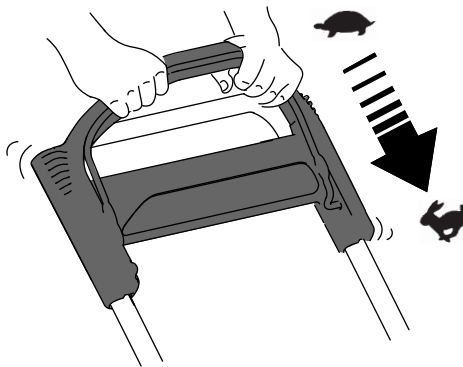

Figuur 12
2. Plaats de elektrische startknop in de elektrische starterschakelaar (A van Figuur 12).
3. Knijp de bedieningsstang in en houd deze tegen de handgreep (B van Figuur 12).
4. Druk op de elektrische startknop en houd deze ingedrukt tot de motor start (C van Figuur 12).